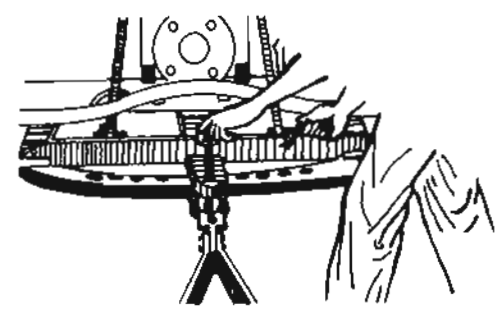

Fig. 3
- b Coloque el pasador (fig. 3).